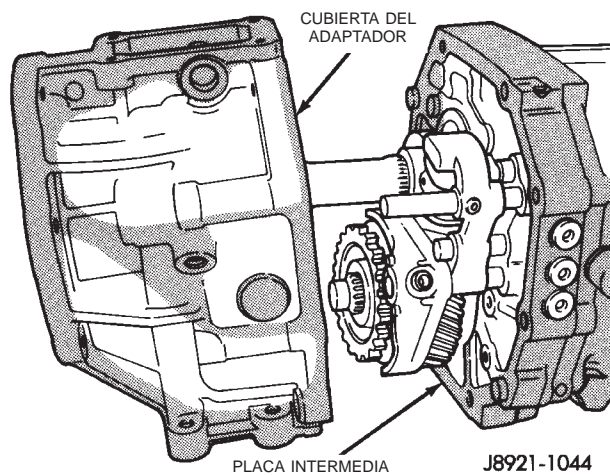

Fig. 27 Desmontaje de cubierta del adaptador/retenedor de cojinete trasero—Característica
(17) Retire la cubierta del adaptador/retenedor de cojinete trasero (Fig. 27).
(18) En las transmisiones 4x2: